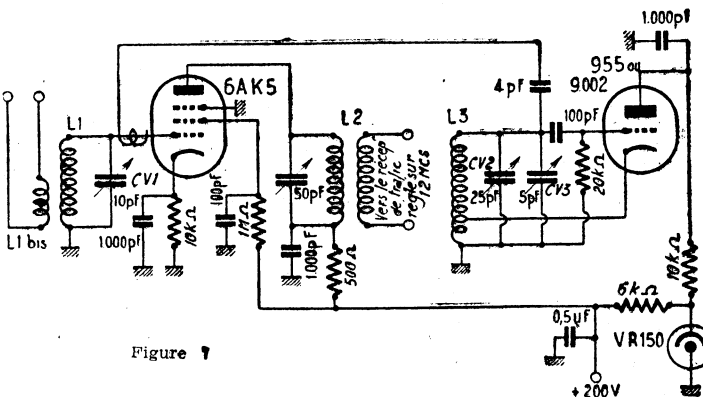

Figure 7
**Récepteur.** Le schéma en est donné figures 7 et 8. Celui-ci étant très explicite, nous nous contenterons de donner ici quelques renseignements relatifs au réglage. L'appareil est du type convertisseur à deux lampes 6AK5 + 9002. L2 est réglée sur 12 Mc/s, ainsi que
Pour augmenter la sensibilité du convertisseur de la figure 7, on le fait précéder de deux étages HF représentés à la figure 8, dont la réa-
Figure 7 L1 bis : 2 spires fil 12/10, côté froid L1 ; L1 : 3 spires fil 20/10 occupant 10 mm de long, 9 mm de diamètre intérieur ; L3 : 3 spires fil 20/10, occupant 12 mm de long, 6 mm de diamètre intérieur ; prise cathode à 1 spire coté masse ; L2 : Transfo MF 12 Mc/s, 22 spires fil 5/10, 2 couches soie, diamètre 14 mm à spires jointives. Couplage 3 spires même fil, côté froid, liaison avec le RCVR trafic par coaxial 72 Ω.